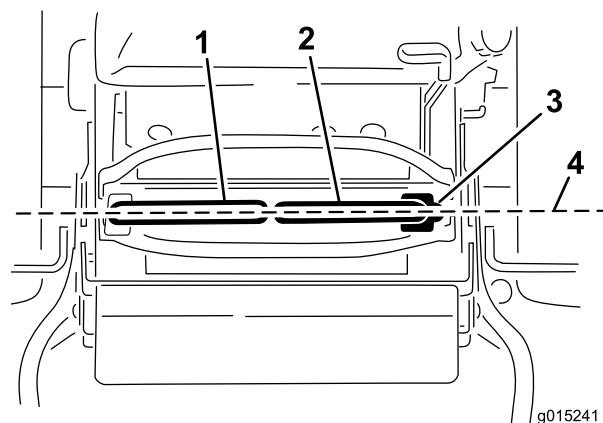

Bild 27
5. Drehen Sie die rechte Kabeleinstellung so, dass der rechte Fahrtriebshebel in der Mittel des Arretierungsschlitzes für Neutral am Armaturenbrett ist (Bild 27).